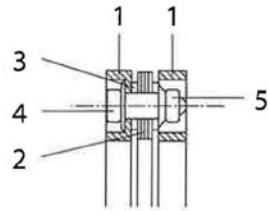

Bild 1
- Flanscheinheiten dürfen nicht zerlegt werden (Bild 1).